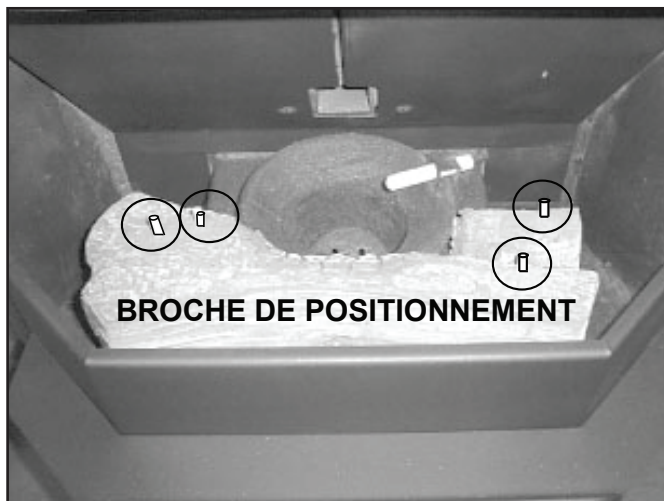

Figure 24.2
1. Placez la bûche avant en premier comme montré à la **Figure 24.2** dans la partie carbonisée autour du creuset de combustion.